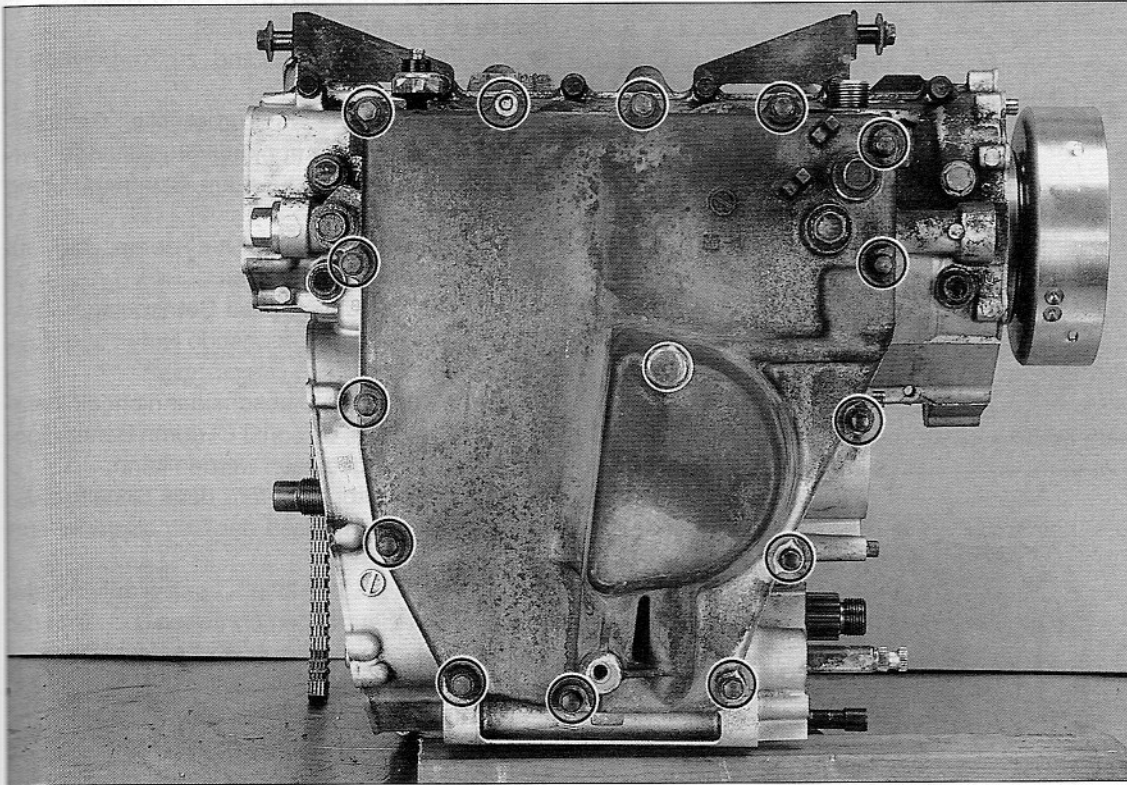

Bild 230
- Zum Ausbau der Ölwanne (Bild 230) Ölkühlerschläuche abnehmen und vierzehn Sechskantschrauben schrittweise über Kreuz lösen und ausdrehen. Falls Ölwanne festgebacken ist, hel-